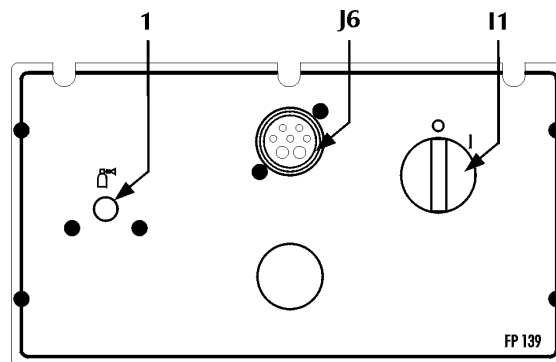

Fig.4
2.2 Betjeningspanel bagpå (Fig. 4)